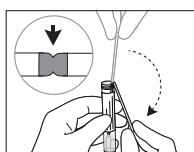

Fig. 2a
4. Dobre a haste da zaragatoa num ângulo de 180 graus para a partir no ponto de quebra, mantendo o tubo afastado da cara. Se necessário, rode suavemente a haste da zaragatoa para partir totalmente e elimine a parte superior da haste da zaragatoa (Fig. 2a e 2b). Se a zaragatoa utilizada não tiver um ponto de quebra, corte a parte da haste excedente.